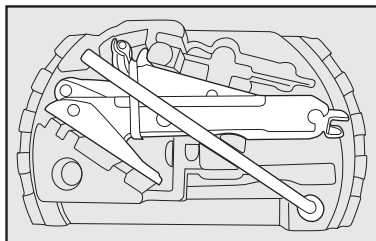

fig. 10
**13)** Guarde las herramientas utilizadas en los alojamientos específicos en el soporte **fig. 10**.